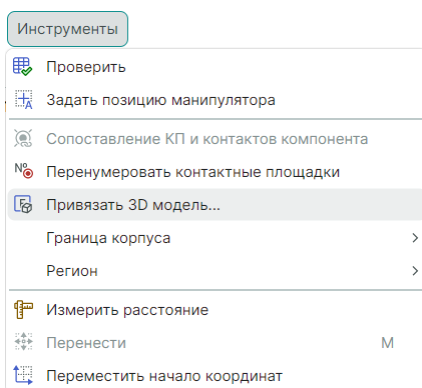

Рис. 150 Вызов функции привязки 3D модели
2. Активируйте инструмент через главное меню «Инструменты» → «Привязать 3D модель», см. Рис. 150.